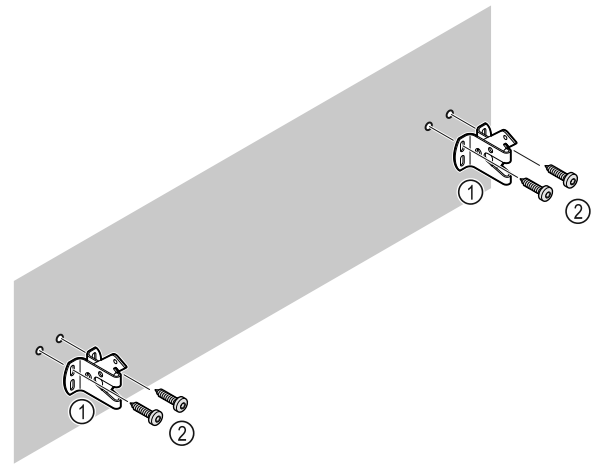

Fig. 11
Je nach Beschaffenheit der Wand (Holz, Beton) geeignetes Befestigungsmaterial (z. B. Dübel) und ausreichend Befestigungspunkte verwenden Fig. 11 (2).
- Sicherungshaken befestigen. Fig. 11 (1)